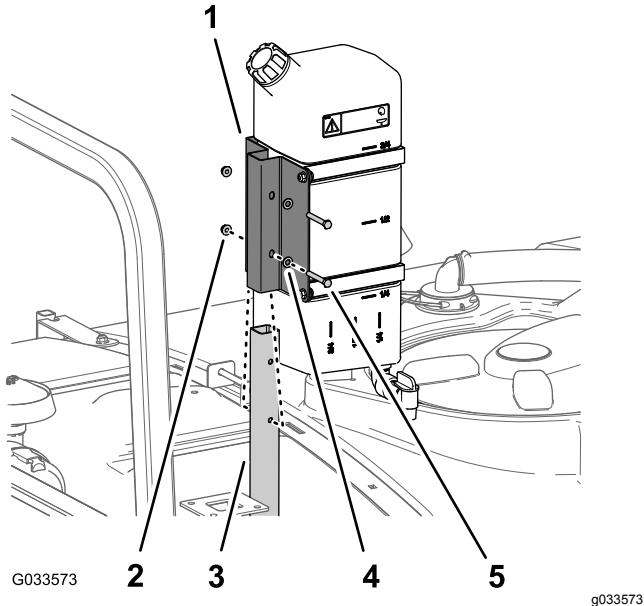

Figura 47
1. Montate il serbatoio dell'acqua dolce e il supporto sul tubo di supporto con i 2 bulloni (5/16" x 2 1/4") e 2 dadi di bloccaggio flangiati (5/16") come illustrato nella Figura 47.